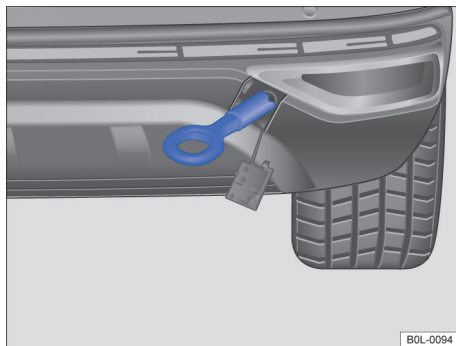

图 132 后保险杠上右侧：已拧入牵引环
- 将牵引环沿逆时针方向牢固地拧入支座中 → 图 132 → ①。用一个合适的器具，将牵引环充分而牢固地拧入支座中。